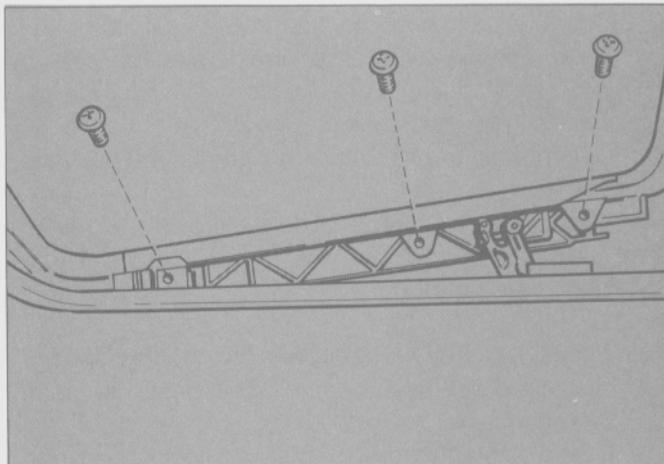

Fig. 331
- Retirar los tornillos que sujetan el cristal al mecanismo de deslizamiento (Fig. 331).
- Colocar el cristal y sujetarlo con los tornillos correspondientes (Fig. 331).